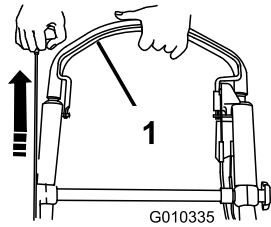

Bild 24
3. Ziehen Sie den Schaltbügel zum Holm und halten ihn in dieser Stellung. Ziehen Sie am Rücklaufstartergriff (Bild 24).